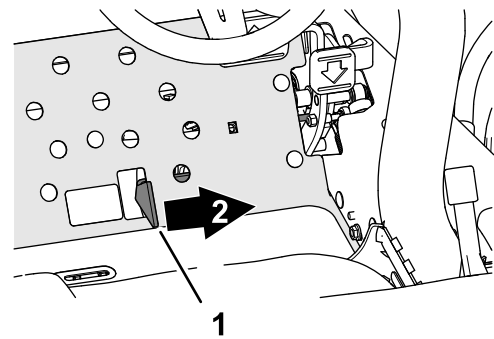

Figure 37
3. Placez la commande des unités de coupe en position ENGAGÉE (Figure 37).
4. Poussez le levier multifonction en avant (Figure 37) pour baisser et actionner les unités de coupe (les unités de coupe avant sont programmées pour s'abaisser avant les unités arrière).